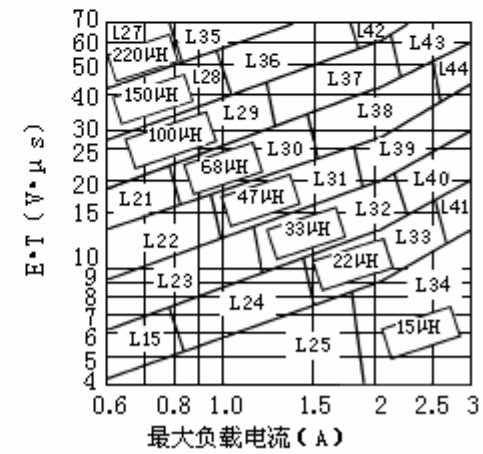

图7. HYM2596-ADJ
- 2) 用前面的公式中所得的 $E \cdot T$ 值，从图 7 的纵坐标上找一个相匹配的电感序号。
4) 由图 7，34 (V · μ s) 的水平线和 3A 的垂直线的交叉处所确定的电感为 47 μ H，电感代号为 L39。